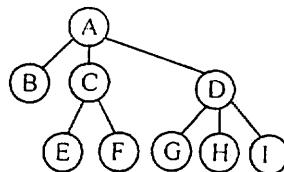

图 1
9. 简述一般树转化为二叉树的原则, 并试将图 1 所示的一般树转化为二叉树。(12分)